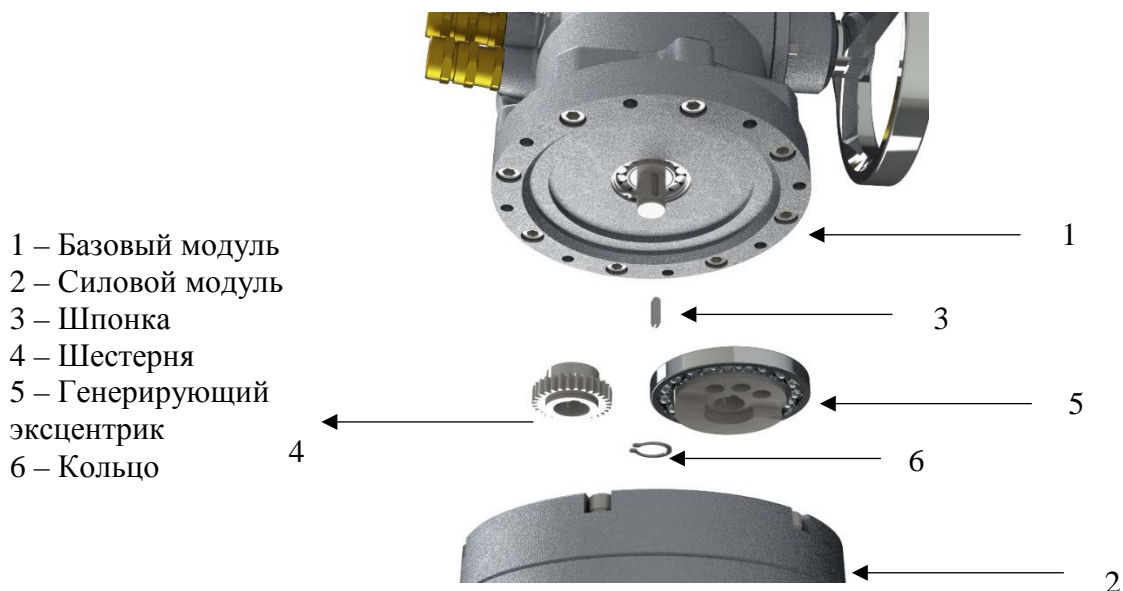

Рисунок 28
- с помощью генерирующего эксцентрика (поз.5) Рис.28.